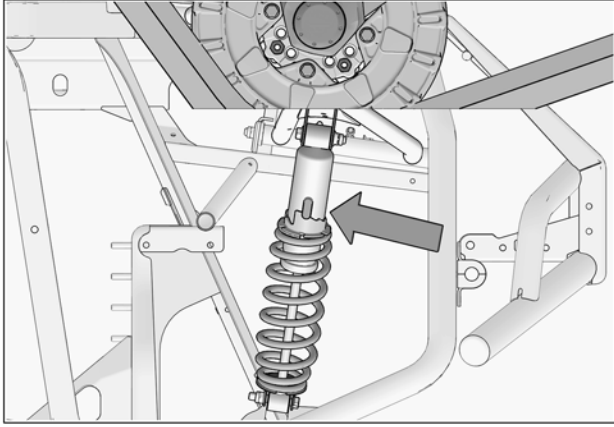

Fig. 24
2. Vérifier l'ajustement de la suspension; si les amortisseurs sont réglables, ils doivent être réglés au niveau le plus ferme pour permettre un maximum de dégagement entre les systèmes et les ailes du véhicule. Voir la Fig. 24